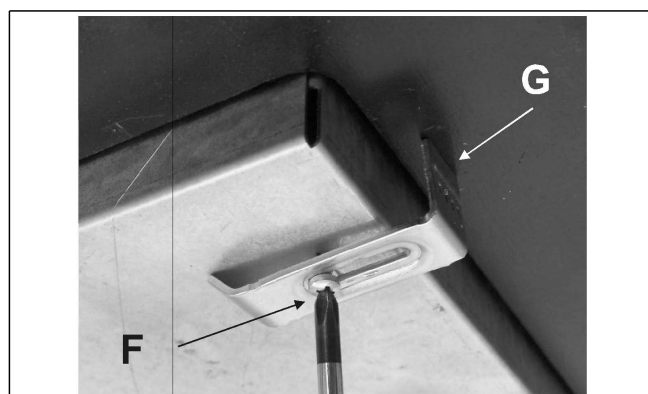

РИС. 9
- Установите варочную поверхность в отверстие для встраивания и закрепите ее соответствующими винтами "F" крепежных петель "G" (см. рис. 9).